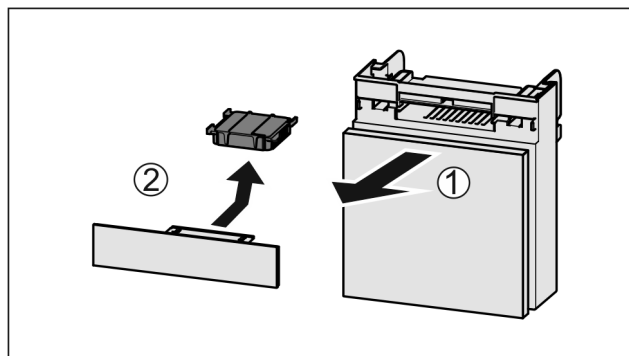

Fig. 56
- ▶ Вытянуть Fig. 56 (1) отделение движением вперед.
- ▶ Извлечение Fig. 56 (2) фильтра с активированным углем.